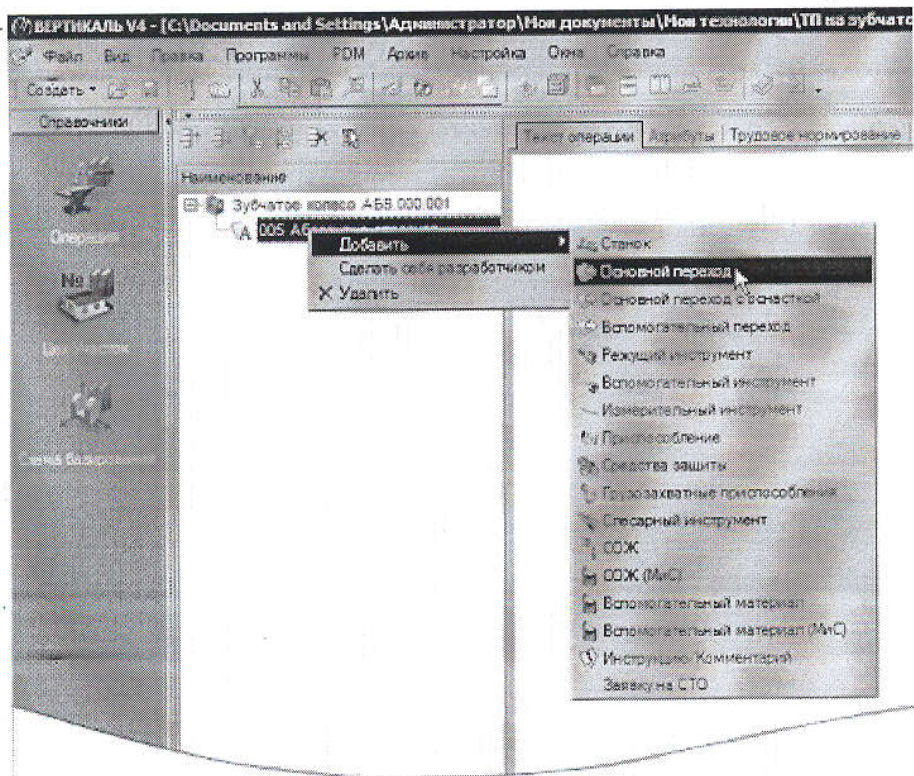

Рисунок 17
2. Установите курсор на названии операции 005 Абразивно-отрезная. Нажмите правую кнопку мыши и выберите в открывшемся контекстном меню **Добавить – Основной переход** (рис. 17).